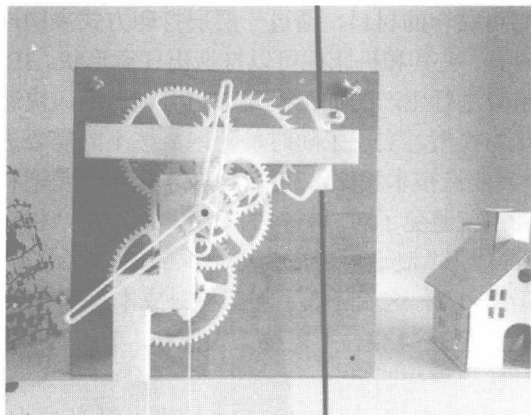

图 1-4 可正常活动的 3D 打印机械运动结构
5) 3D 打印机打印精度高,除了可以表现出外形曲线上的设计以外,结构以及运动部件也不在话下。如果用来打印机械装配图,齿轮、轴承、拉杆等都可以正常活动,而腔体、沟槽等形态特征位置准确,甚至可以满足装配要求,打印出的实体还可通过打磨、钻孔、电镀等方式进一步加工,如图1-4所示。